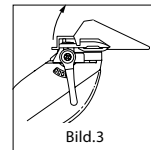

Bild.3
- Ta bort distanskammen genom att dra den utåt och uppåt (bild 3).